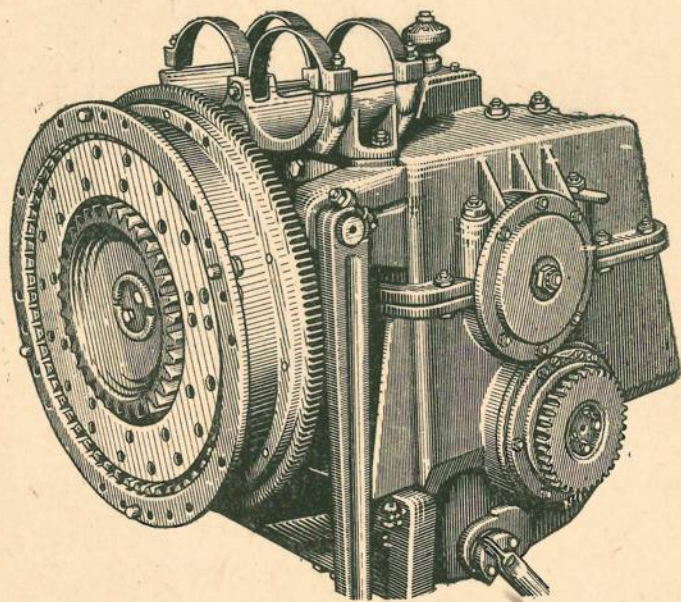

Рис. 63. Коробка перемены передач с главным фрикционом перед установкой в корпус танка
2. Застропить и с помощью крана-стрелы установить коробку перемены передач в сборе с главным сцеплением (рис. 63) на угольники постаментов.